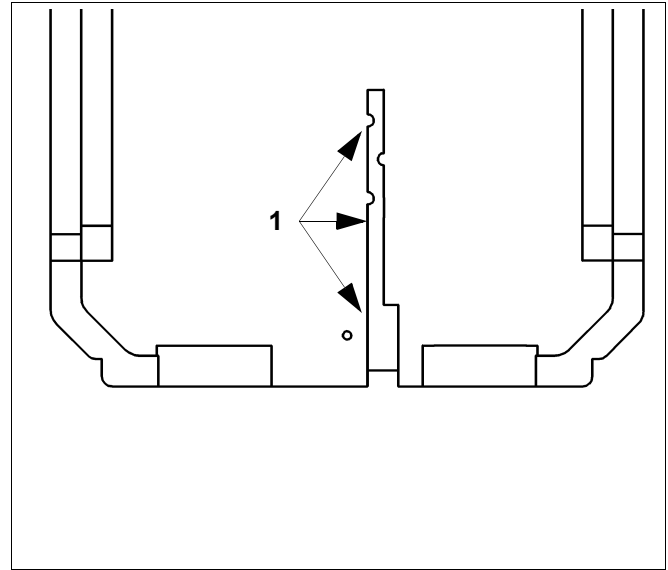

Рис. 6 Задний теплоизоляционный элемент
- Электрические провода проложить в кабельном вводе (Рис. 6, поз. 1) заднего теплоизоляционного элемента и вывести назад.